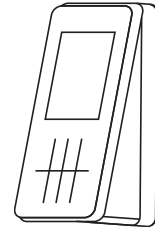

Рис. 13.
5. Передняя крышка зажимается на задней крышке в соответствии с направлением, показанным на рис. 13, а клемма выровнена с отверстием для разветвления, чтобы гарантировать, что разветвление закреплено крышкой для повторного включения без помех.